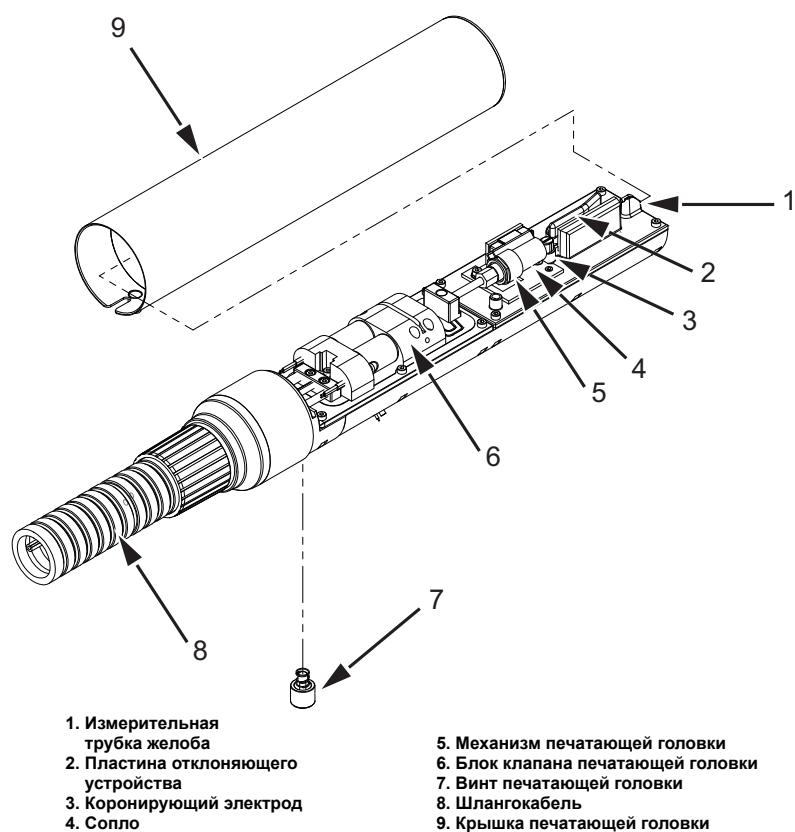

Рис. 5-50: Печатающая головка
- 1 Открутите винт, который крепит крышку печатающей головки к корпусу печатающей головки и снимите крышку печатающей головки (см. Рис. 5-50).
- 1 Открутите винт, который крепит крышку печатающей головки к корпусу печатающей головки и снимите крышку печатающей головки (см. Рис. 5-50 на странице 5-47).